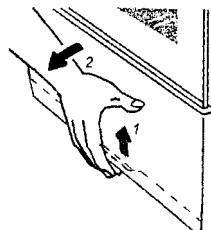

Рис. 8
7.3.1 Чтобы открыть дверку её нужно приподнять вверх, удерживая за специально выполненную выдávку снизу и наклонить на себя (рис. 8).